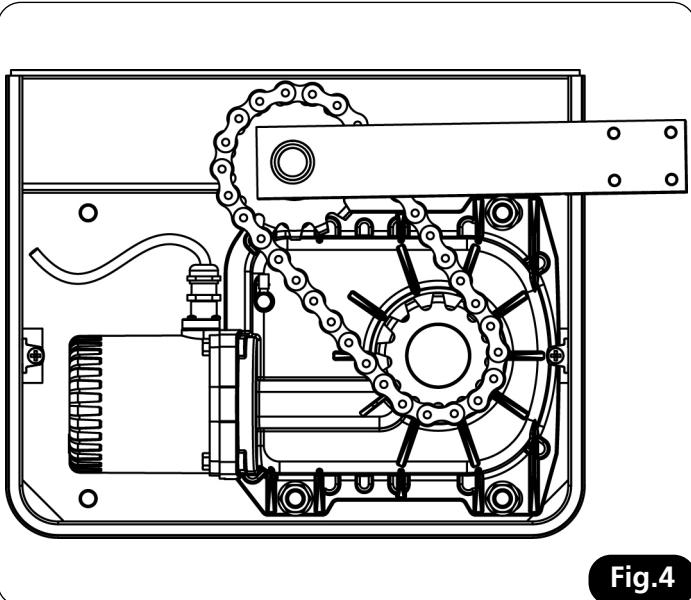

Fig.4
6. Ponga la cadena alrededor de los dos piñones (Fig.4)